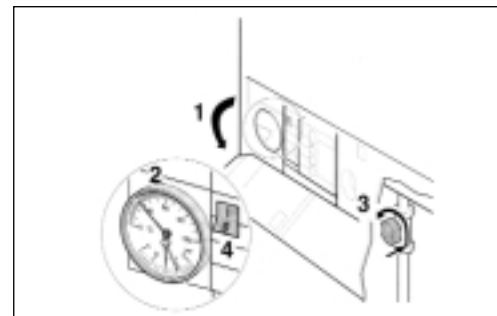

Fig. 1 Betjeningselementer, manometer, gashanen
- Åbn dækpladen over betjeningselementerne (fig. 1, pos. 1).
- Kontroller vandtrykket (fig. 1, pos. 2).
- Åbn gashanen (fig. 1, pos. 3).